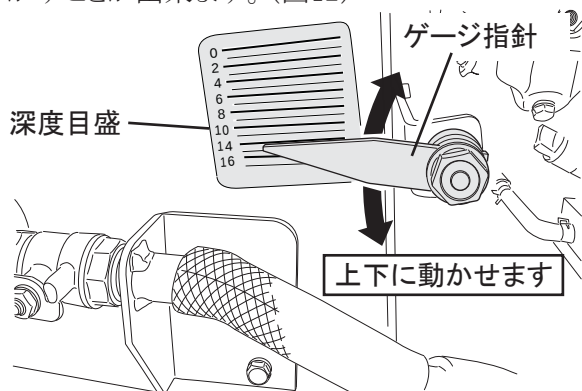

図 12
- 切削深さゲージで作業時のダイヤモンドブレードの切削深さが判ります。ゲージ指針は手で動かすことができます。(図12)